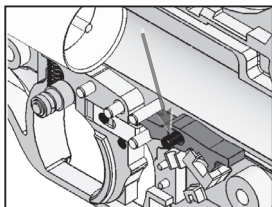

Figure 10: L'axe noir est durci et doit être installé dans la position indiquée.
- Lorsque vous réassemblez la détente et la gâchette, assurez-vous que l'Axe de Gâchette est dans la position déterminée (flèche en Figure 10). Cet axe est renforcé et il est vital qu'il soit positionné ici.